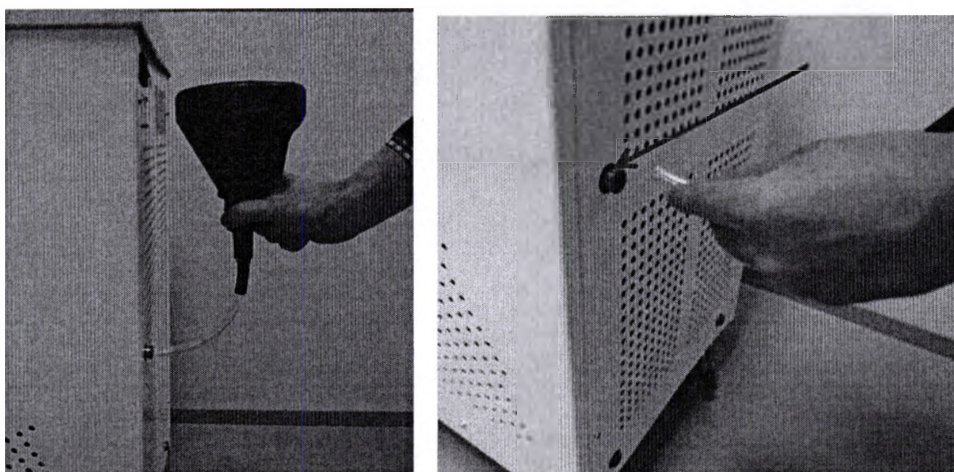

Рис. 13.3 – Клапан «Залив»
- Вставить в отверстие клапана «Залив» воронку со шлангом (в комплект поставки не входит) (рис.13.3). Для того чтобы вставить шланг в отверстие клапана необходимо нажать кнопку клапана и вставить шланг до упора. Если шланг вставлен не до упора, охлаждающая жидкость будет просачиваться через отверстие клапана и не поступать в систему охлаждения прибора.